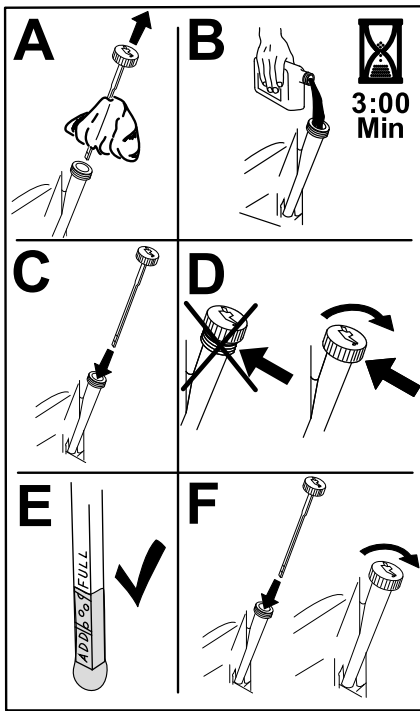

Figura 60
- Vierta lentamente un 80 % aproximadamente del aceite especificado por el tubo de llenado, luego añada lentamente el resto del aceite hasta que llegue a la marca de Lleno (Figura 60).